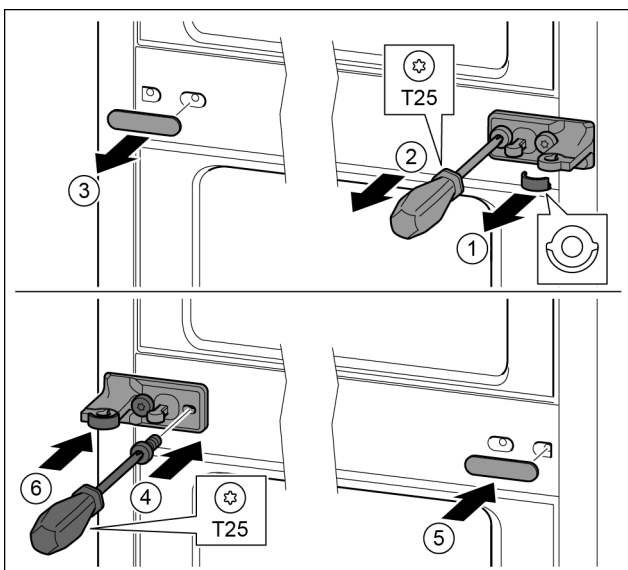

Fig. 27
- ▶ Estrarre lo spessore. Fig. 27 (1)
- ▶ Con il cacciavite T25 svitare le viti. Fig. 27 (2)
- ▶ Facendo attenzione, togliere la copertura. Fig. 27 (3)
- ▶ Avvitare il blocco di supporto con lamina ruotato di 180° sull'altro lato. Fig. 27 (4)
- ▶ Applicare la copertura ruotata di 180° sull'altro lato. Fig. 27 (5)
- ▶ Inserire lo spessore dal lato anteriore. Fig. 27 (6)